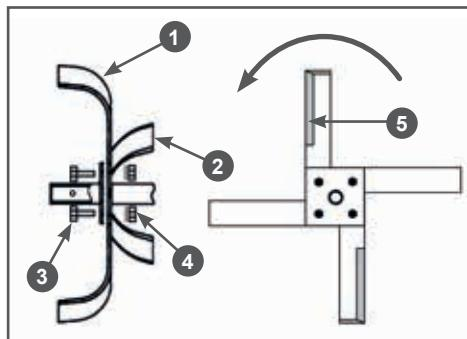

Рис.2 Сборка правой фрезы
2. Установите ножи фрез на квадратные фланцы осей фрез. Установку ножей нужно начинать с внутреннего фланца оси (Рис. 2). Для примера на Рис. 2 показана установка ножей на внутренний фланец оси правой фрезы. В первую очередь на фланец с внутренней его стороны устанавливаются правые ножи 2 (имеющие изгиб в сторону от редуктора), затем на фланец с внешней его стороны устанавливаются левые ножи 1 (имеющие изгиб к редуктору) (Рис. 2).
3. Закрепите ножи на фланце оси с помощью болтов 3 и шайб с гайками 4(Рис.2).
культиватора вперед (Рис. 2).